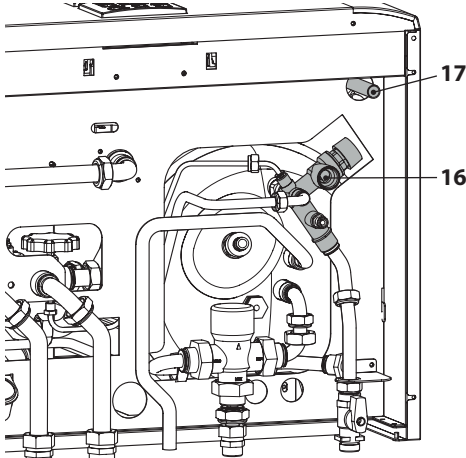

Figura 5.4
- Collegare lo scarico delle valvole di sicurezza 16 e 17 in Figura 5.4 ad un imbuto di scarico.